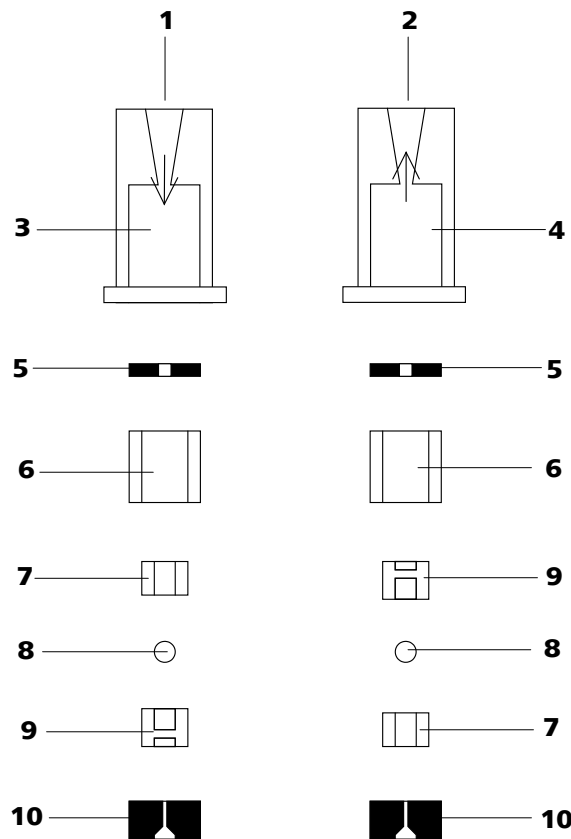

Figure 31 Composants des vannes d'admission et d'échappement
- La vanne d'admission et d'échappement sont composées des mêmes composants qui seulement sont placés différemment (voir Figure 31, page 63).
Recomposer les composants de la vanne conformément à la figure 31, page 63.
- Placer les autres composants de la vanne l'un sur l'autre en l'ordre (voir Figure 31, page 63) correct.
Si ce n'est pas le cas, la vanne doit être désassemblée de nouveau et rassemblée correctement (voir Figure 31, page 63).